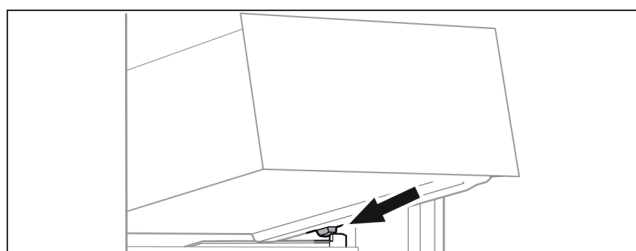

Fig. 26
- ▶ Lade schuin achter de stoppers op de containerrib plaatsen Fig. 26 ().